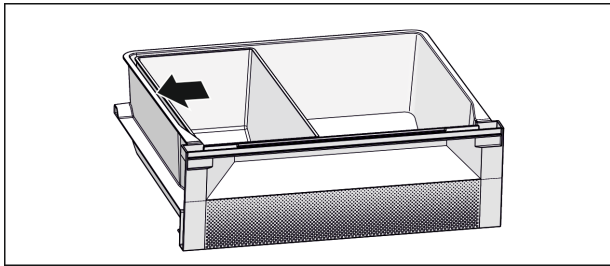

Fig. 7
- 实现最佳冷却功能：按图放置 Fish & Seafood 存放盒（参见 Fig. 7）。